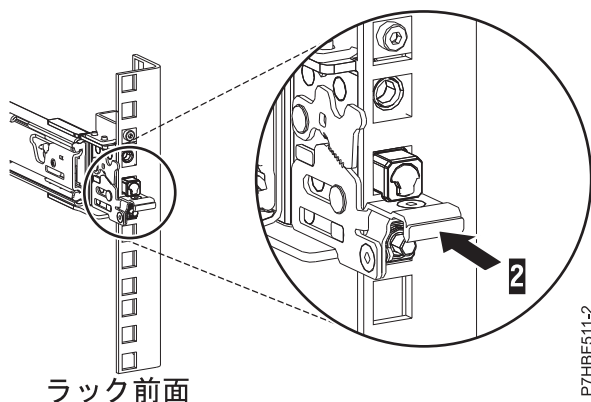

図6. ラックの前面レールに取り付けられたラッチ
7. スライド・レールを前方に引きながら、3 つのピンがラックの穴から突出していることを確認した後に前面ラッチ (2) を最後まで押し込みます。詳しくは、図6 を参照してください。